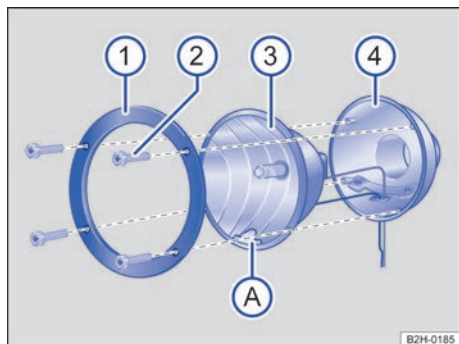
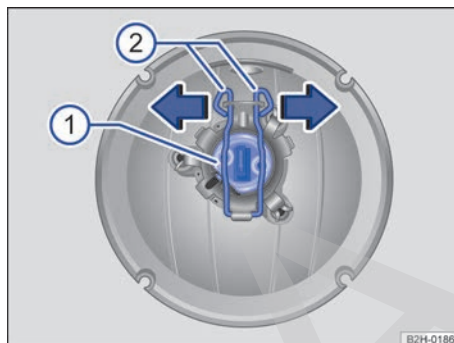

Fig. 205 Faro adicional en el techo del vehículo: desmontar el cristal.
Fig. 206 Faro adicional en el techo del vehículo: cambiar la lámpara.
2.	Suelte los tornillos → fig. 205 (2) con la llave de las herramientas de a bordo.
3.	Retire el anillo de sujeción (1) de la carcasa del reflector (3).
4.	Extraiga la carcasa del reflector (3) de la carcasa del faro (4) con cuidado.
6.	Presione los bloqueos → fig. 206 (2) hacia abajo y desengánchelos en el sentido de la flecha.
7.	Extraiga el portalámparas (1) de la carcasa del reflector.
10.	Presione los bloqueos (2) hacia abajo y engánchelos en el sentido contrario al de la flecha.
12.	Coloque la carcasa del reflector → fig. 205 (3) en la carcasa del faro (4). La marca (A) deberá quedar abajo →  .
13.	Coloque el anillo de sujeción (1) en la carcasa del reflector.
14.	Enrosque y apriete los tornillos (2) con la llave. ▶